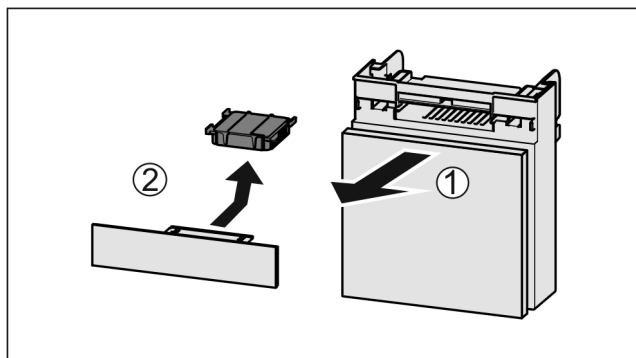

Fig. 116
- ▶ Вытянуть Fig. 116 (1) отделение движением вперед.
- ▶ Извлечь Fig. 116 (2) фильтр с активированным углем.